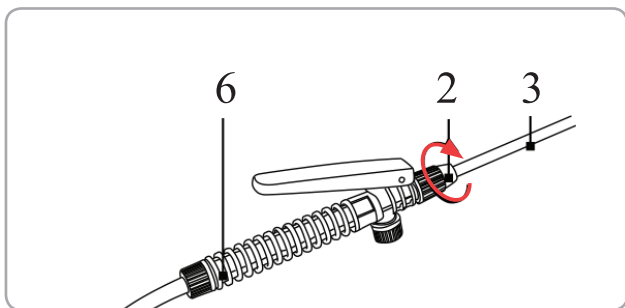

Fig.7
- Deșurubați piulița olandeză (2) contrar sensului acelor de ceasornic de la mâner (6). Introduceți tija de pulverizare (3) până la capăt în mâner (6). Nu uitați să puneți oring-ul (5) atunci când introduceți tija. Înșurubați piulița olandeză (2) în sensul acelor de ceasornic. Fig 7